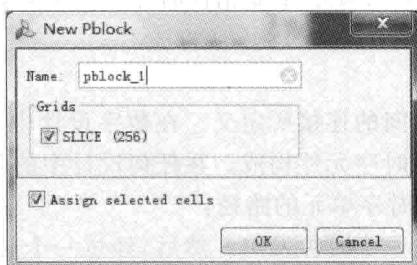

图 8.20 绘制 Pblock 块
- (7) 如图 8.20 所示,出现 New Pblock 对话框界面。在 Name 后输入: pblock\_1。
- (8) 单击 OK 按钮。